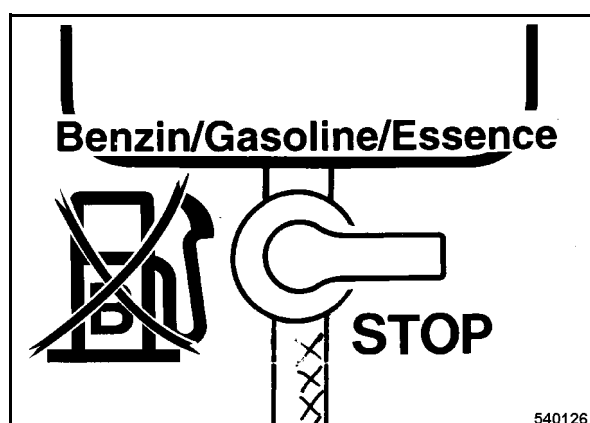

рис. 32
- Установить топливный кран (рис. 32) в положение "STOP" (закрыто).